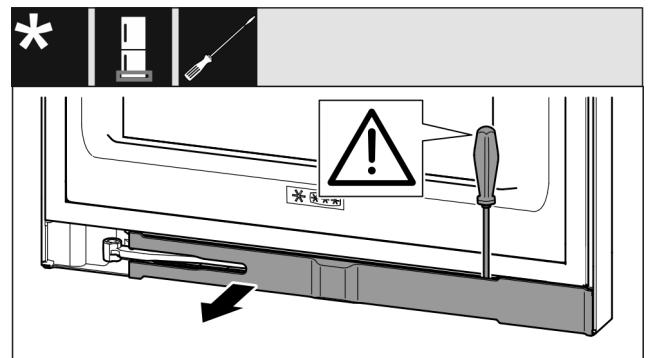

Fig. 17
- Blende mit Schlitzschraubendreher austrasten und zur Seite schwenken. (siehe Fig. 17)